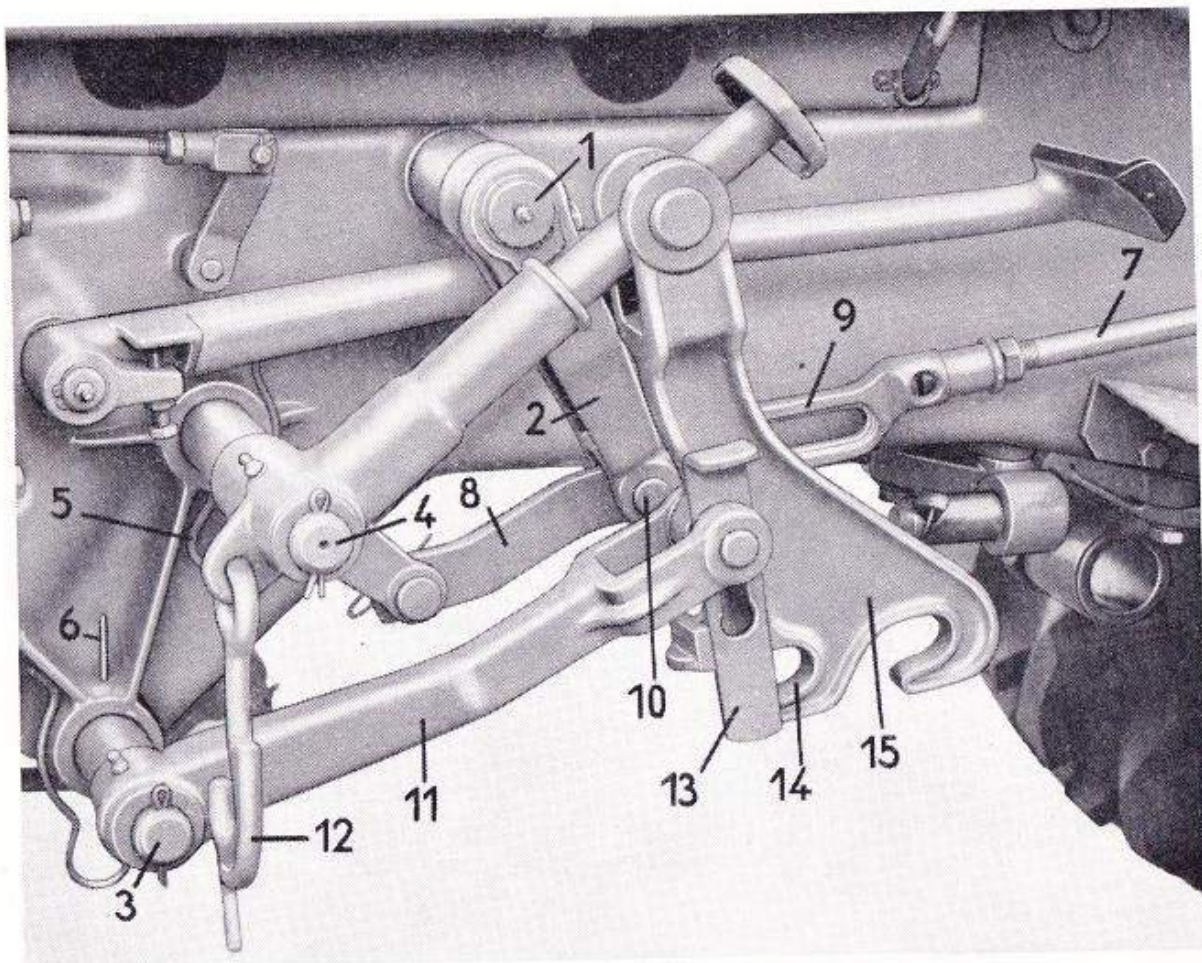

Bild 32
2. Aufzugwelle 1 (Bild 32) mit montiertem Hubarm in Kupplungsgehäuse einführen.
6. Linkes Aufzugparallelogramm in Kupplungsgehäuse einführen und beide Einsteckwellen 3 und 4 mit Federstecker 5 und 6 (Bild 32) sichern.
7. Gabelkopf der Zugstange 7 (Bild 32) mit Hubarm der Hydraulik mittels Bolzen verbinden und mit Splint sichern.
8. Lasche 8 (Bild 32), Hubarm 2 und Führungsstück 9 der Zugstange mit Bolzen 10 verbinden. Mit Scheibe und Federstecker sichern.
1. Schieber 13 (Bild 32/33) hochziehen.
Beim Einhängen der Zwischenachsgeräte beachten, daß beim Hochfahren des betreffenden Gerätes dasselbe nicht am Kupplungsgehäuse anläuft. Die richtige Hubhöhe durch Verlängern oder Verkürzen der Zugstange 7 (Bild 32) einstellen.